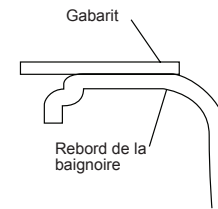

Figure 12 – position du gabarit
- Placez le gabarit de manière à ce que les lignes du montage en dessous désiré soient alignées avec le rebord comme dans l'illustration (figure 12).